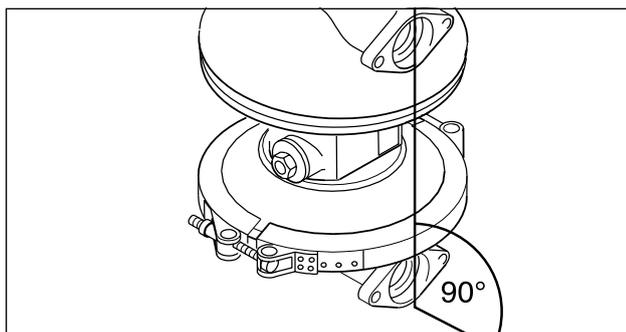
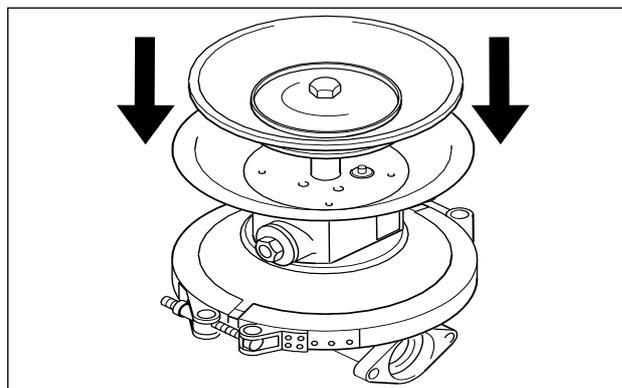

Fig. 7: Alineación de las cámaras de la bomba
Fig. 15: Montaje de la segunda cámara de la bomba
Si se utilizan sensores de rotura de diafragma, el suministro de aire se puede interrumpir cuando se produce una fuga. Las conexiones eléctricas pueden consultarse en el diagrama eléctrico que figura (fig. 7).
- Ensamblaje de la cámara de bombeo: Montar la membrana y fijarla atornillando el disco exterior de membrana con el par de apriete indicado en “Pares de apriete”, sección 11. Las cámaras de bombeo se han de montar siempre con la membrana en posición de aspiración (presionando el disco de membrana hacia dentro, hacia la cámara de aire) (Fig. 15). Atornille la cinta de sujeción o la brida de montaje. Monte la segunda membrana siguiendo el procedimiento análogo. Tienen que estar alineadas las superficies de contacto de las bridas de la carcasa de la bomba (Fig. 7).